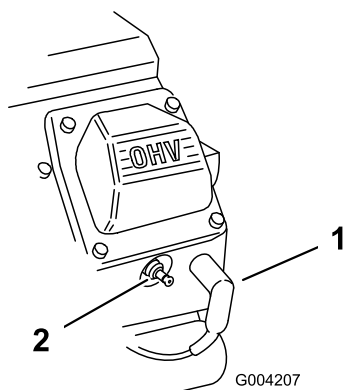

Figura 166
- Collegate i cappellotti delle candele alle candele (Figura 166).